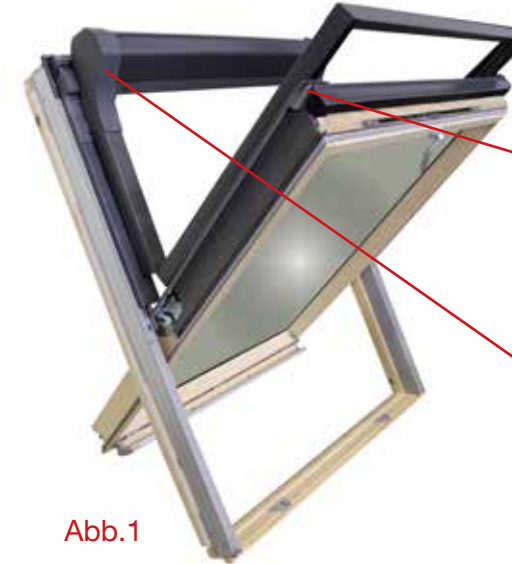

Abb.1
1. Dachfenster in Schwingstellung öffnen. **Abb. 1**